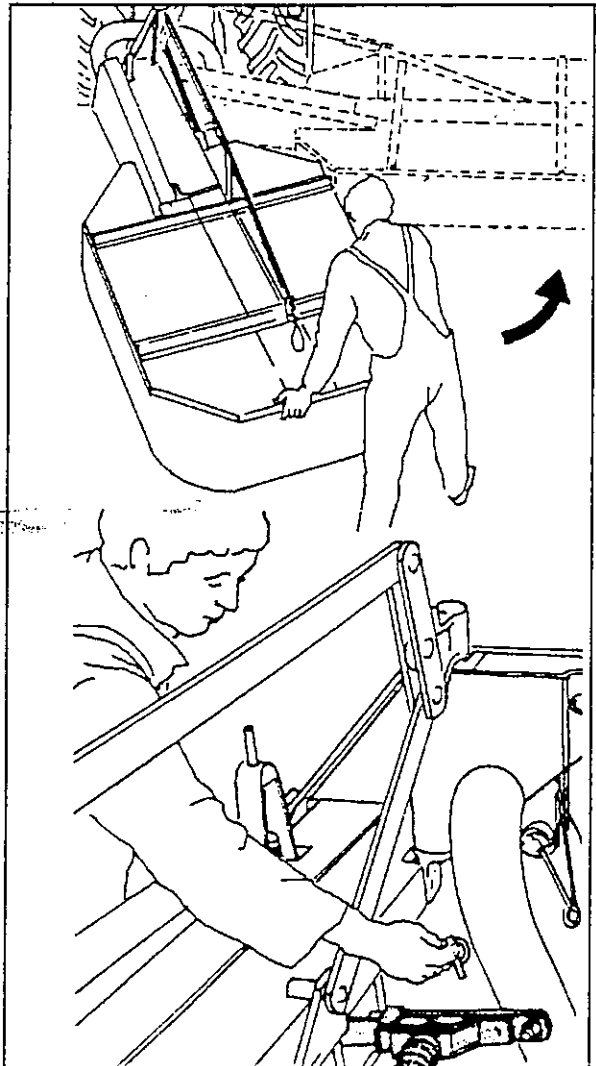

fig. 4-12
1. Déverrouiller le dispositif de blocage en position de transport en exerçant une traction sur le câble de commande du verrou. (Boucle du câble à l'arrière de la machine). Saisir la partie "faucheuse" de la machine et opérer le pivotement latéral (fig. 4-12).
- En se tenant debout derrière la faucheuse, enclencher la jambe de force de travail en position de travail et mettre place l'agrafe élastique (fig. 4-12).